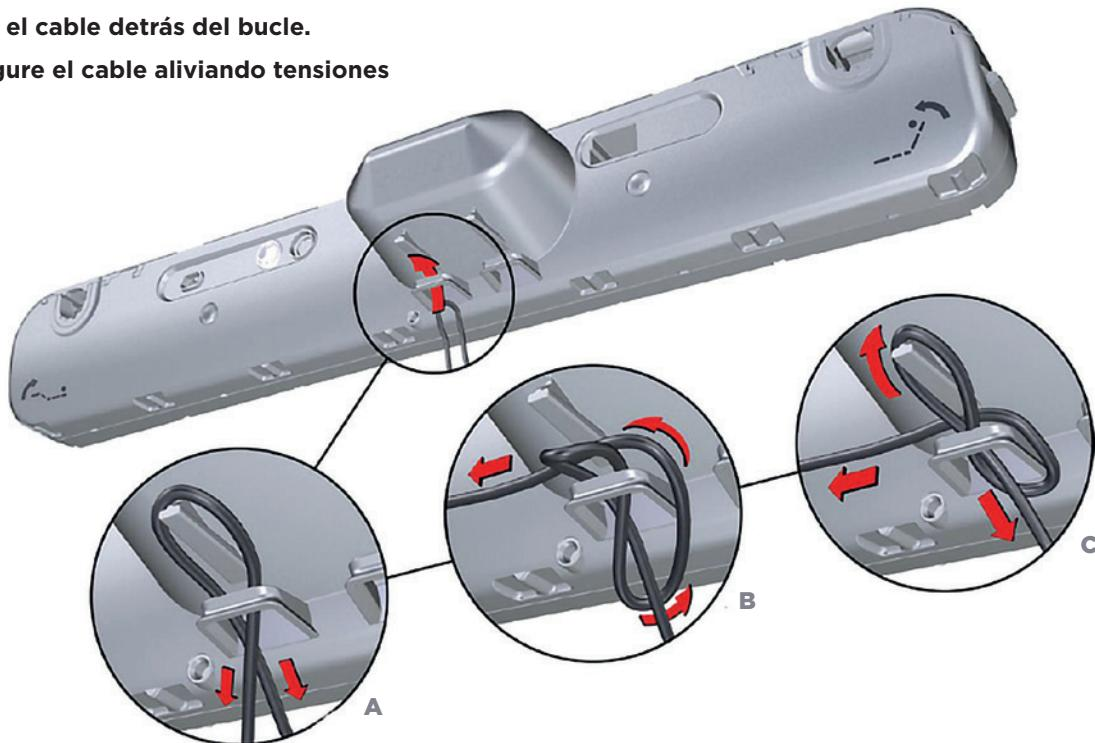

Figura 6. Conexión del cable con el motor a través del dispositivo de alivio de tensiones. transformador PD15
2. EMPUEJE EL CABLE EN UN BUCLE A TRAVÉS DEL ALIVIO DE TENSIÓN (COMO SE MUESTRA EN A EN LA FIGURA 6).
3. PASE EL CABLE DERECHO PRIMERO POR DEBAJO DEL CABLE IZQUIERDO Y LUEGO POR DETRÁS YA TRAVÉS DEL BUCLE (COMO SE MUESTRA POR B EN LA FIGURA 6).
4. COLOQUE EL BUCLE SOBRE LA CLAVIJA EN LA UNIDAD Y TIRE DE ÉL LIGERAMENTE HACIA ATRÁS (COMO LO MUESTRA C EN LA FIGURA 6).